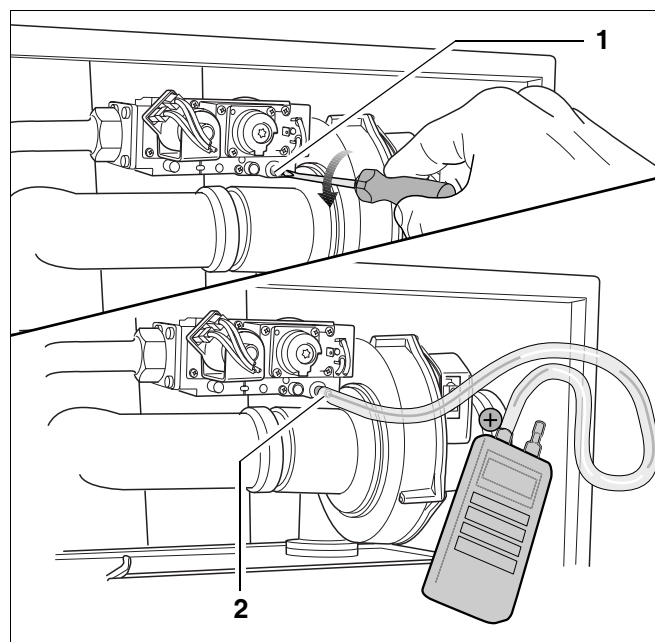

Fig. 83 Kontrol af gas-/luftforholdet
- Løsn låseskruen på måleniplen til brændertrykket 2 omdrejninger (fig. 83, **pos. 1**).
- Forbind trykmåleapparatets plustilslutning med en slange med måleniplen til brændertrykket (fig. 83, **pos. 2**).